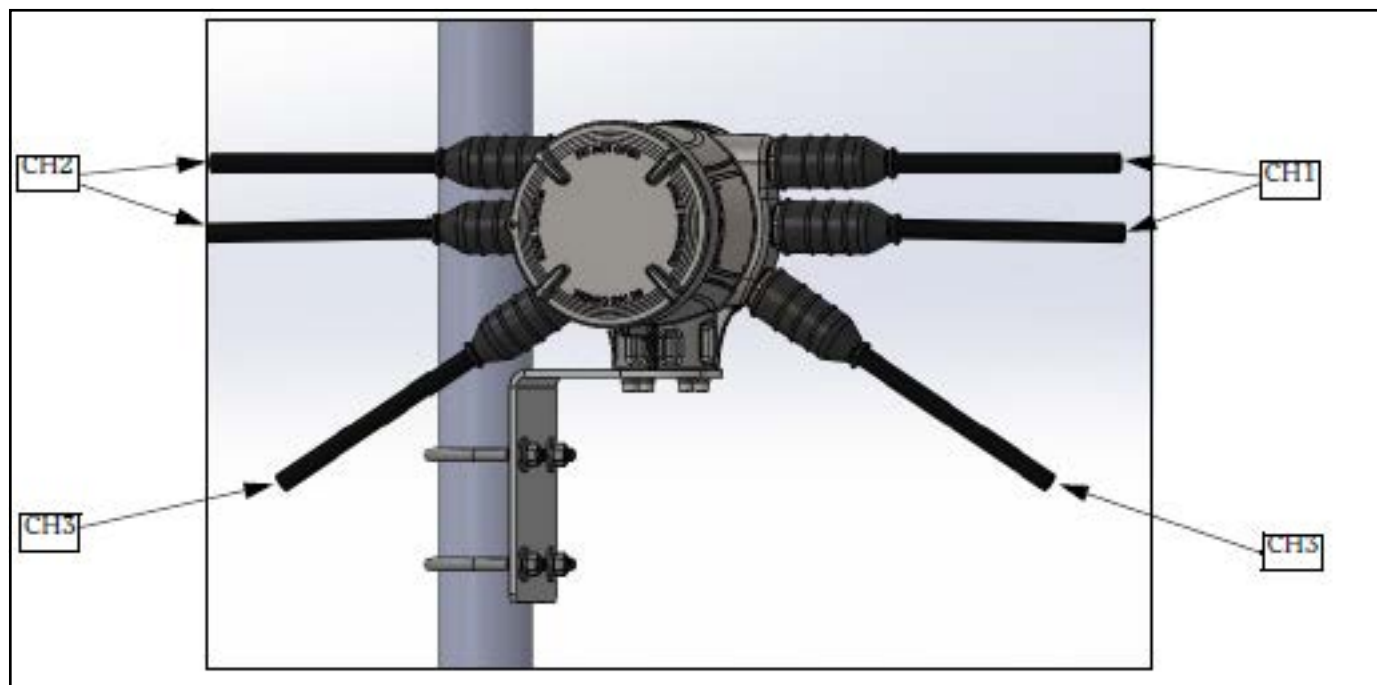

Figura 30: XMT1000, Caixa de Junção de 3 Canais
2. Rosqueie uma extremidade dos cabos do transdutor na caixa de junção de 3 canais, conforme mostrado em *Figura 30*. (As localizações dos cabos em *Figura 30* são apenas para referência. Os cabos do transdutor podem ser colocados em qualquer orientação)